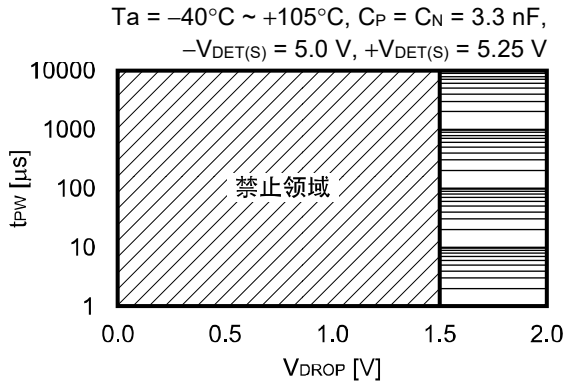
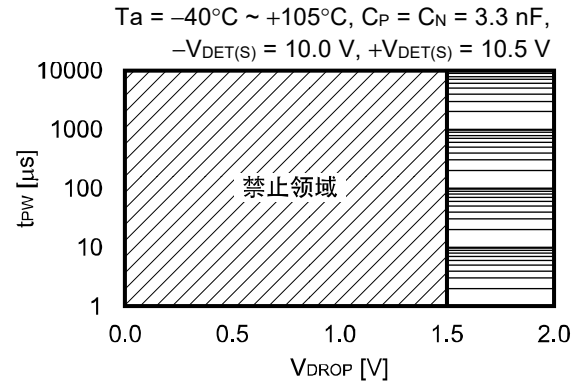

图56
图57
解除延迟时间中,V_{DD}端子 (V_{DD}检测产品) 瞬间下降到检测电压 (-V_{DET}) 以下,然后再次上升到解除电压 (+V_{DET}) 以上时,在经过正常的解除延迟时间后输出解除信号的脉冲幅度 (t_{PW}) 与V_{DD}下限值 (V_{DROP}) 之间的关系如图56、图57所示。
- 注意 1. 图56、图57表示正常的解除延迟时间经过后输出解除信号的输入电压条件。变为禁止领域后,在延迟时间结束前可能会被误解除。
2. 解除延迟时间中V_{DD}端子电压变为如图56、图57所示的禁止领域时,请先向V_{DD}端子输入0 V,然后再次启动S-19110系列。